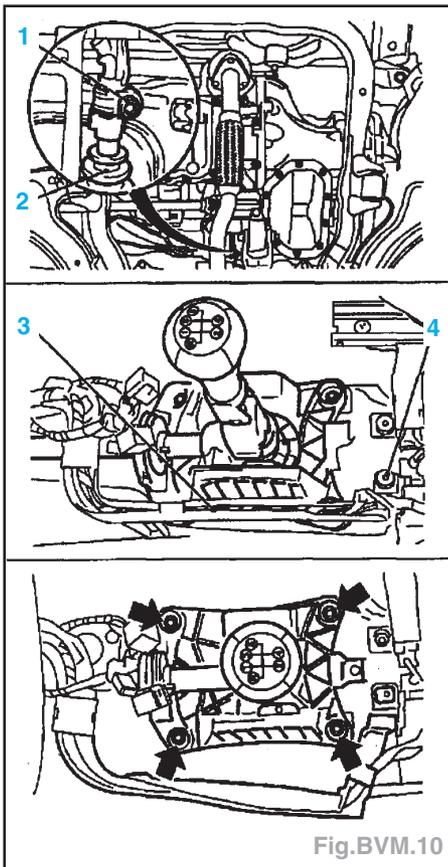

Fig.BVM.10
- Desserrer la vis de blocage (1) sans la retirer (Fig.BVM.10).
- Défaire le soufflet (2) et l'extraire de la tige.
- Déposer le faisceau de câbles (3) du goujon (4) et le placer sur le côté.